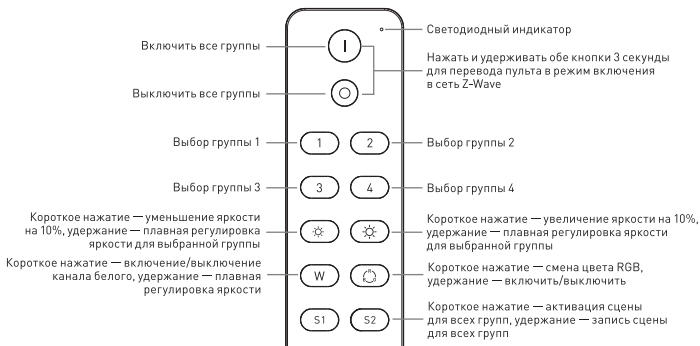

Рисунок 1. Назначение кнопок на пульте ZW-4G-2S-RGBW
3.10. Назначение кнопок на пульте см. на Рис. 1.